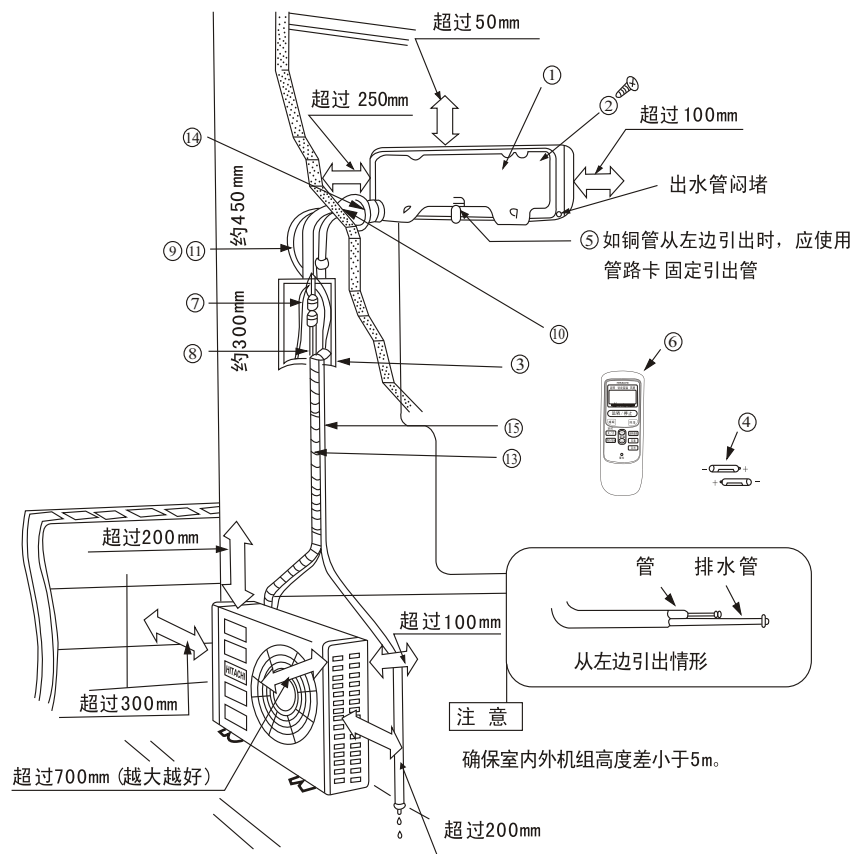

图1
- （1）为了便于修理,室内机组旁边应如图1般保留空间。
- （1）室外机组的安装必须保留大于如图1所示距离，并尽可能远离障碍物，避免障碍物妨碍通风系统。
- 1 示意图1是管道后出连接安装成形。
- 2 根据总装示意图1结合对应附件按要求牢固安装。